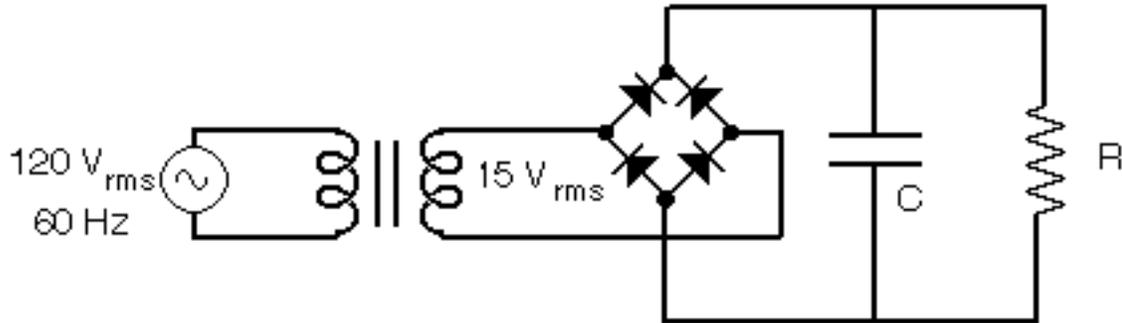

Figura 1.3. Rectificador de onda completa con filtro capacitivo
8.- En el circuito de la Figura 1.3, el rectificador de onda completa con filtro capacitivo: Explique brevemente cómo funciona este circuito y cuál es su objetivo fundamental. Haga un esquema de las formas de onda de voltaje y corriente que espera observar en la entrada del rectificador, en los diodos y en la resistencia de carga, indicando los tiempos de interés.
10.- Monte el circuito de la Figura 1.3 con los valores indicados por su profesor, correspondiente al rectificador de onda completa, sin incluir inicialmente el condensador. Dibuje a continuación el circuito con la colocación adecuada de las puntas de prueba para observar simultáneamente en la pantalla del osciloscopio el voltaje de entrada y el voltaje en la carga. Indique si es necesario invertir algún canal para observar las señales con la polaridad correcta. Registre las formas de onda para poder analizarlas posteriormente.